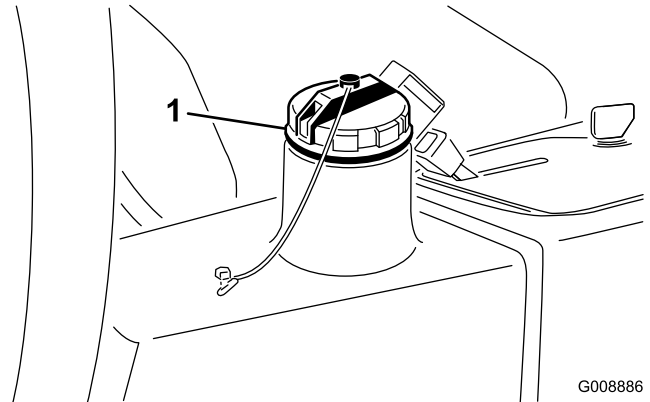

Figure 60
3. Versez environ 22,7 L (6 gal américains) de liquide hydraulique dans le réservoir (Figure 60); voir Contrôle du système hydraulique (page 25).